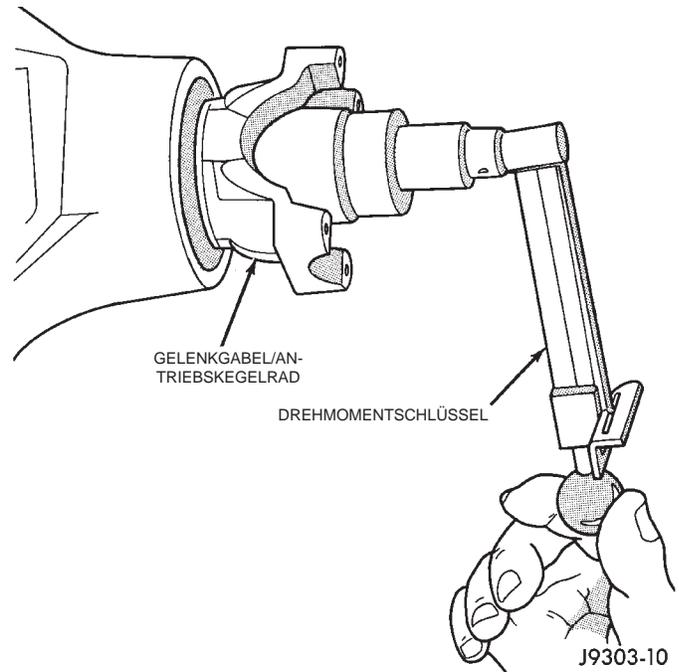

Abb. 47 Drehmoment des Antriebskegelrads messen
(15) Die Mutter in Schritten von 6,8 N·m (5 ft. lb.) so lange anziehen, bis das zum Drehen der Welle erforderliche Drehmoment korrekt eingestellt ist. Während dieser Arbeit das Drehmoment häufig ablesen, damit der Quetschring nicht zu stark zusammengequetscht wird (Abb. 47).
(16) Das zum Drehen des Antriebskegelrads erforderliche Drehmoment (= Vorspannung des Lagers) mit einem Drehmomentschlüssel mit kleinem Meßbereich messen (Abb. 47). Vorgeschriebene Werte: